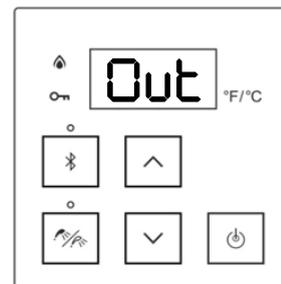

Figura 57:
- 5(B). **Si instala el calentador de agua sin tanque en el exterior con la tapa de ventilación exterior Versa-Vent™ de Rinnai:** Presione los botones de flecha hacia arriba o hacia abajo. El controlador muestra "Out" (exterior) (Figura 57).